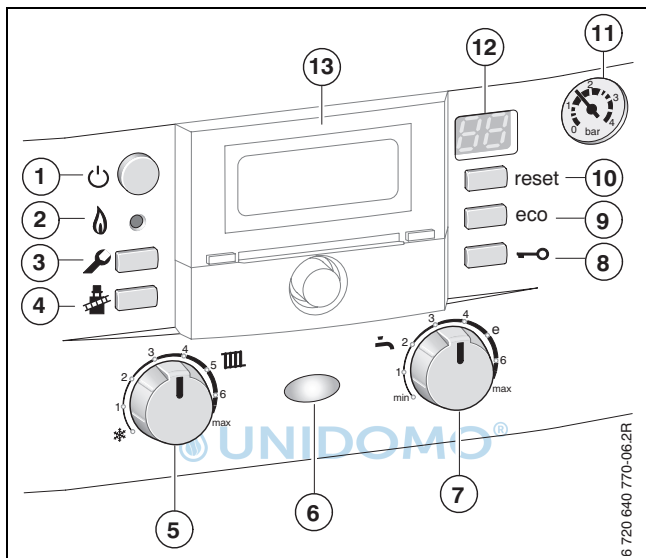

Bild 7
- außentemperaturgeführter Regler im Gerät eingebaut (→ Bild 7, [13], Seite).